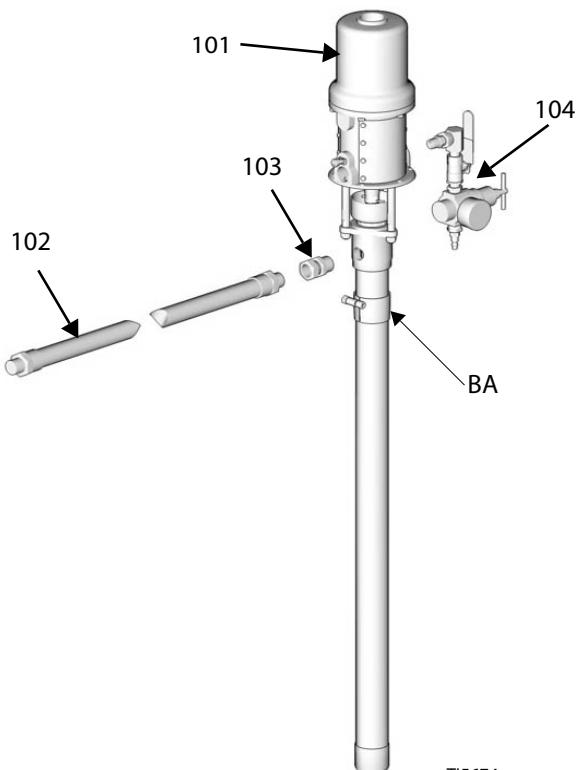

Рис. 2. Насос подачи
- См. Рис. 2. Установите насос подачи (101) в бочку и закрепите его переходником для шпунта (BA).
- Установите комплект управления подачей воздуха (104).
- Ввинтите вертлюжное соединение (103) в выпускное отверстие для жидкости на насосе. Подсоедините шланг (102) к вертлюгу. Подсоедините другой конец шланга к дозатору.